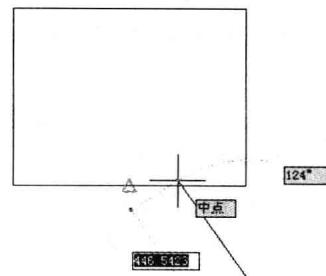

图 1-12 对象捕捉功能
- **对象捕捉：**通过对象捕捉功能可以精确地捕捉诸如直线的端点、中点、垂足，圆或圆弧的圆心、切点、象限点等，这是精确绘图和快速绘图所必需的。在绘图过程中，如果设定了相应的对象捕捉模式并启用对象捕捉，提示输入点时，当光标移到对象上，会显示系统自动捕捉的点。如果同时设定了多种捕捉功能，系统将首先显示离光标最近的捕捉点，此时移动光标到其他位置，系统将会显示其他捕捉的点。不同的提示图标表示了不同的捕捉点，详见“草图设置”对话框中的“对象捕捉”选项卡。如图 1-12 所示，虽然光标点离矩形下面的边的中点还很远，但由于采用了中点捕捉功能，所以